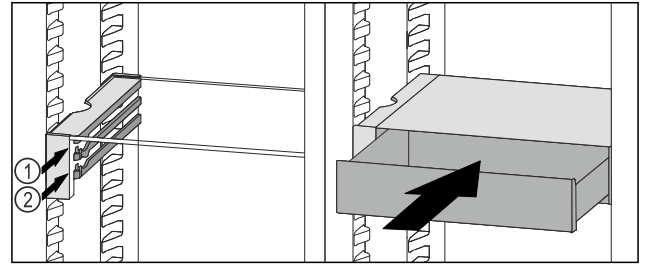

Fig. 76
- ▶ Asetage VarioSafe-sahtel peatajate taga soovitud ribile Fig. 76 (1) või Fig. 76 (2).